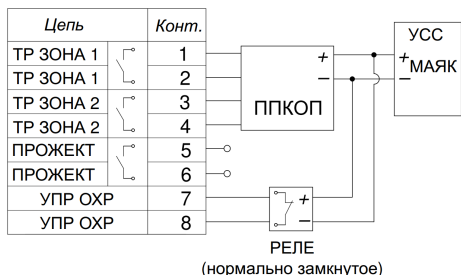

Рисунок 4 – подключение ППКОП (управление охраной в режиме нормально замкнутого входа)
Контроллер может выдавать сигналы ТРЕВОГА ЗОНА 1 и ТРЕВОГА ЗОНА 2 на внешние охранные приборы (см. рис. 4) размыканием реле соответствующих контактов (контакты нормально замкнутые).
- 2) Режим нормально замкнутого входа. К контактам подключается внешнее устройство (ППКОП) через выход типа «сухие контакты» (выход должен быть нормально замкнутым). Если контакты замкнуты – контроллер «снят с охраны». Если разомкнуты - «взят под охрану». Если на ППКОП нет отдельного выхода типа «сухие контакты», то сигнал на взятие под / снятие с охраны можно взять с выхода ППКОП на маяк УСС (см. рис. 4). Для этого нужно на выход с ППКОП на маяк УСС повесить реле (нормально замкнутое).